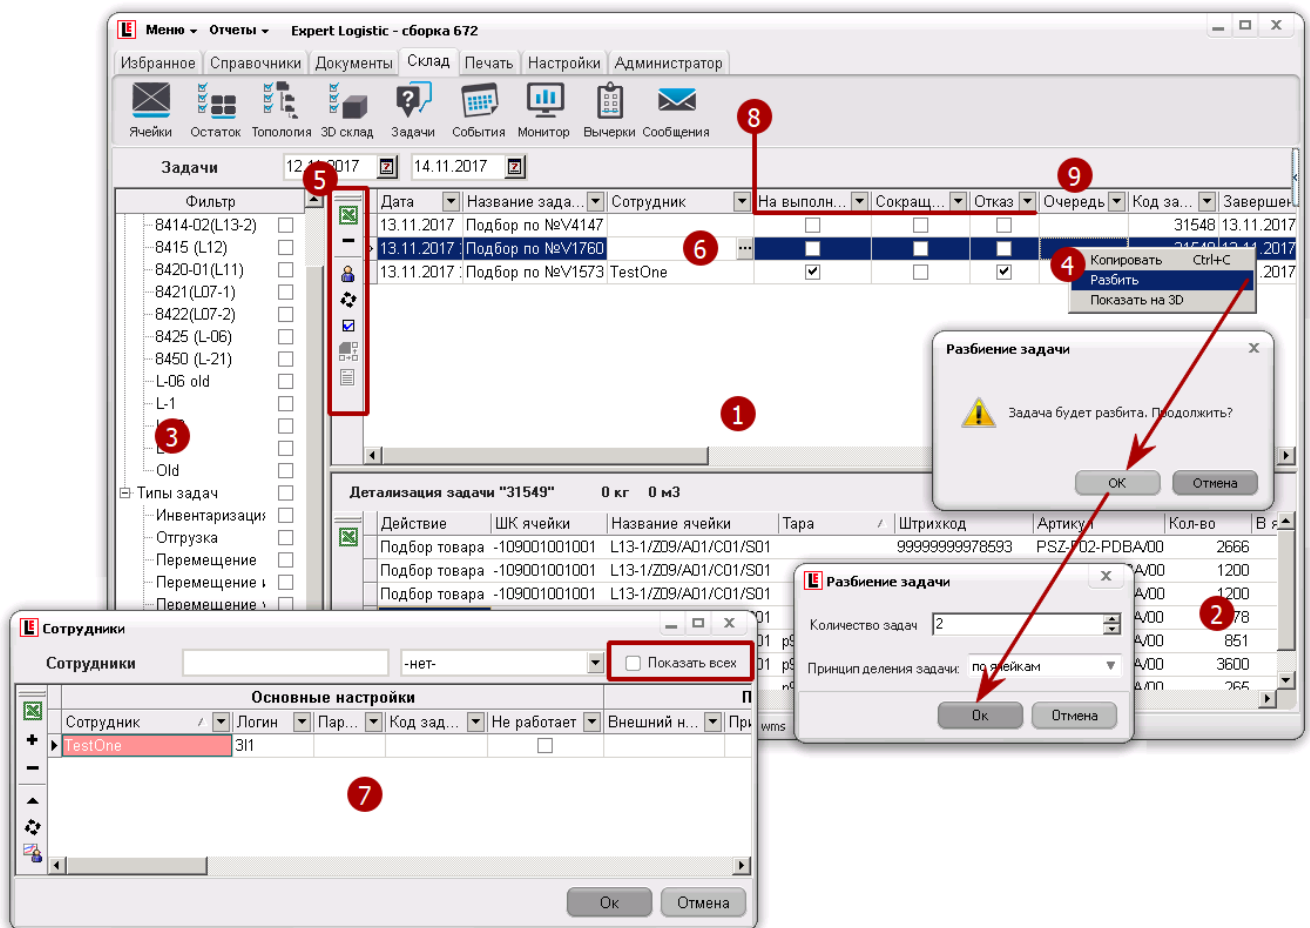

Рисунок 14.4.
Модуль «Склад - Задачи» содержит инструменты контроля и управления процессом выполнения задач Сотрудниками с ТСД. Интерфейс модуля организован в стандартном для системы виде (рис. 14.4):
В случае, если при расчете задачи на подбор создана задача с большим количеством строк, и выполнение ее Сотрудником с ТСД займет продолжительное время, Оператор WMS может разбить задачу на несколько более мелких для назначения их на нескольких сотрудников (рис. 14.4):
- 3) В модуле «Склад – Задачи» в столбце «Очередь» (рис. 14.4 маркер 9) ввести числовое значение (от 1 до 1000) очереди задачи, чем меньше значение, тем выше ее приоритет.